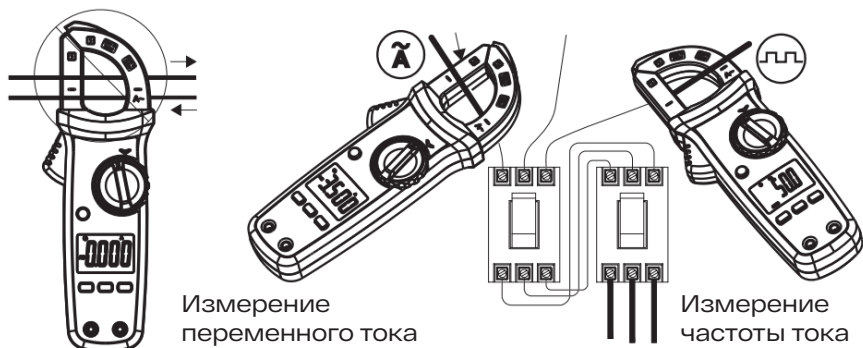

Рис. 2.
1. Измерение переменного тока / частоты тока (рис. 2).